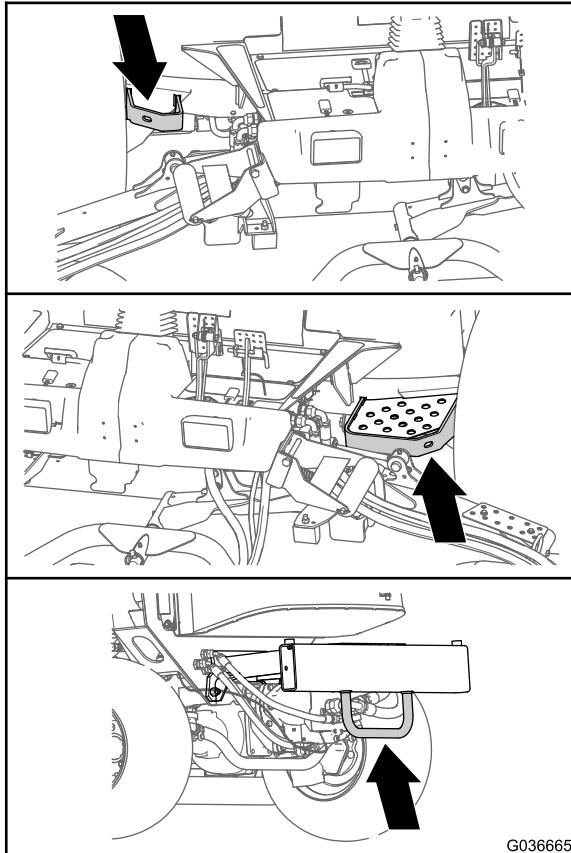

Bild 38
- An jeder Seite des Rahmens an der Bedienerplattform (Bild 38)
- An der hinteren Stoßstange (Bild 38)